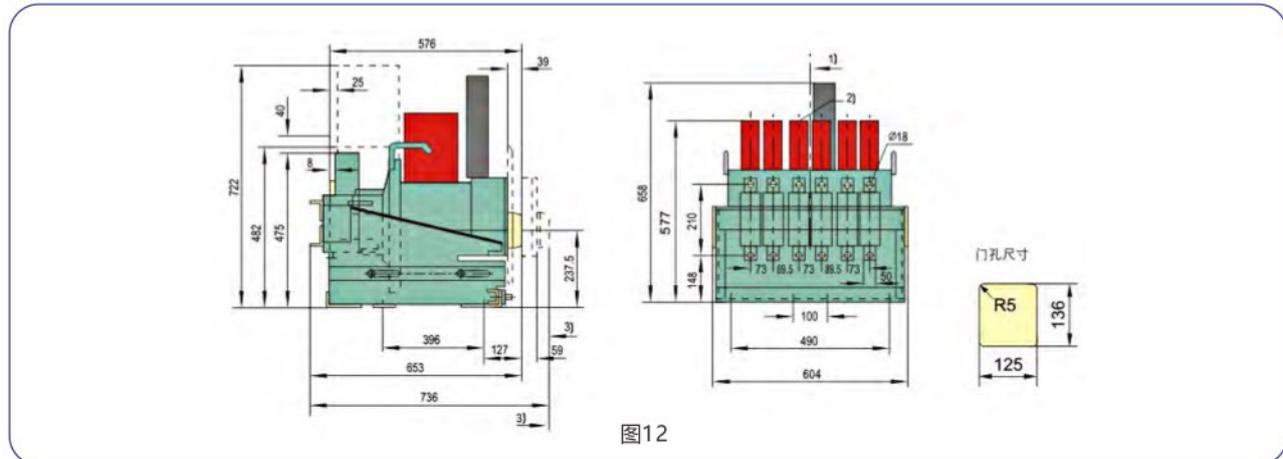

图12
3. STWOW17-2000-2900A 抽屉式(见图12)